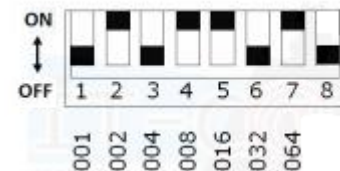

Рисунок 5
4.3 Установить, в соответствии с проектом, адрес извещателя (от 1 до 127) с помощью одиночных переключателей DIP-переключателя. Каждому одиночному переключателю (от 1 до 7) присвоено соответствующее значение, которое приведено в таблице 2. Для получения этого значения одиночный переключатель необходимо перевести в положение «ON» (Рисунок 5). Окончательный адрес извещателя будет равен сумме значений одиночных переключателей, переведенных в положение «ON».